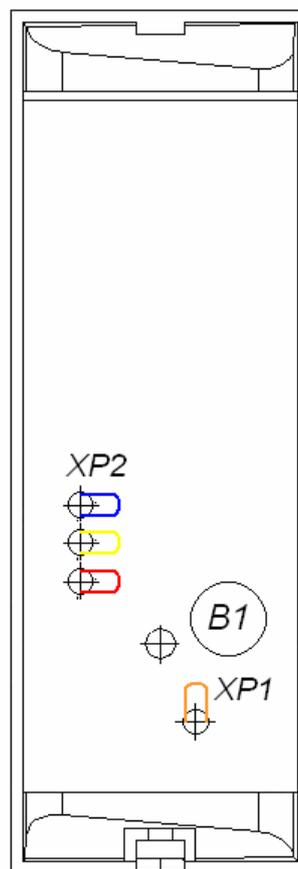

Рисунок 4. Расположение пьезоэлемента (B1), трех перемычек «номер считывателя» (XP2) и перемычки «отключение концевого резистора» (XP1)
Кроме того, на тыльной стороне считывателя расположены четыре переключки проводом (см. рис. 4):
4. При помощи трех перемычек **XP2** (см. рис. 4) установите номер считывателя, для чего в соответствии с табл. 1 необходимые перемычки перекусите кусачками. Разрезанные перемычки не должны контактировать с другими перемычками и с металлическим основанием.
5. С целью предотвращения искажений сигнала на концах линии связи **RS-485** должны быть установлены концевые резисторы. В считывателе **PERCo-IR03.1** такой резистор предусмотрен конструктивно. Если устанавливаемый считыватель не является конечным устройством на линии связи, то на нем необходимо отключить концевой резистор, для чего перекусите перемычку **XP1** (см. рис. 4). Проверьте наличие концевых резисторов на реальных концах линии связи интерфейса **RS-485**.